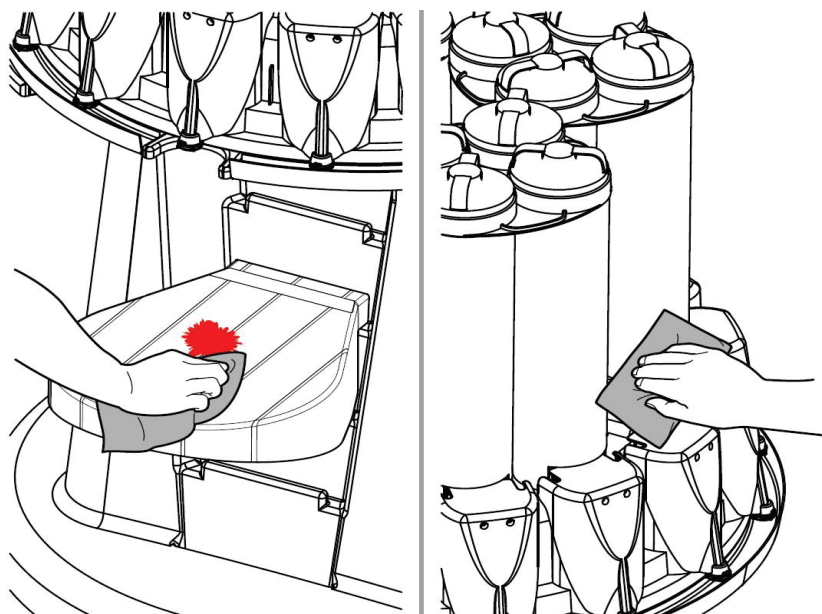

Рис.1
1. Дозатор необходимо содержать в чистоте (рис.1) и каждое утро выполнять утреннюю очистку (продувку сопел), тем самым освобождая каналы в скрытых полостях частей и механизмов дозатора от застоявшегося, подсыхающего колоранта. От этого зависит нормальная работоспособность дозатора, иными словами точность дозировки или «попадание в цвет».